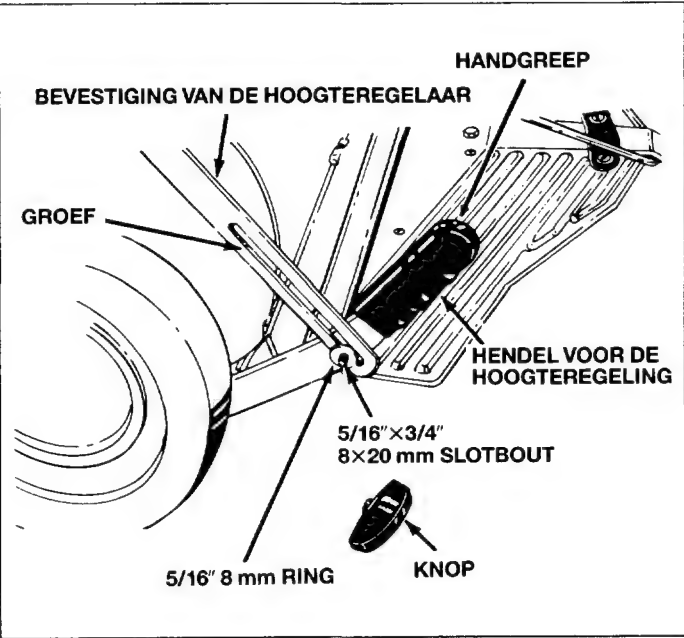

Fig. 10
10. Monteer het andere uiteinde van de bevestiging van de hoogteregeling in de hoogteregeling. Zie fig. 10.
Borg de hoogteregelaar met slotbout 8×20 mm, platte ring 8 mm en borgknop. Zie fig. 10.
11. Monteer de handgreep met de vinger-uitsparingen zoals afgebeeld in de illustratie van de hoogteregelaar. Zie fig. 10.